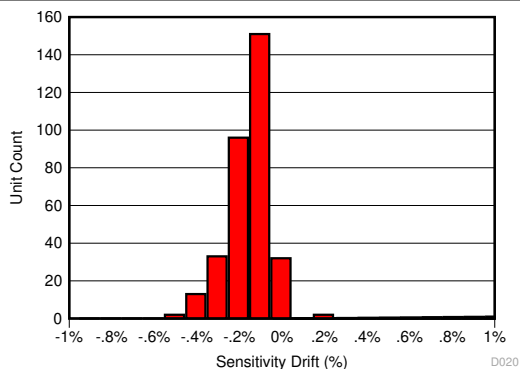
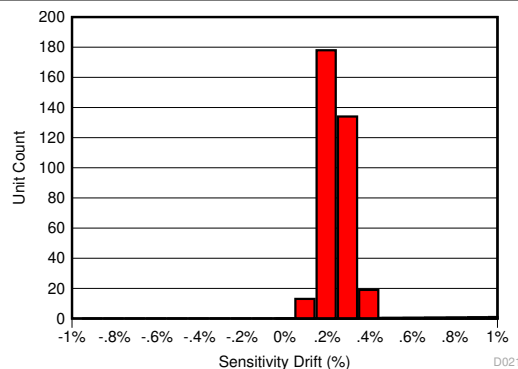
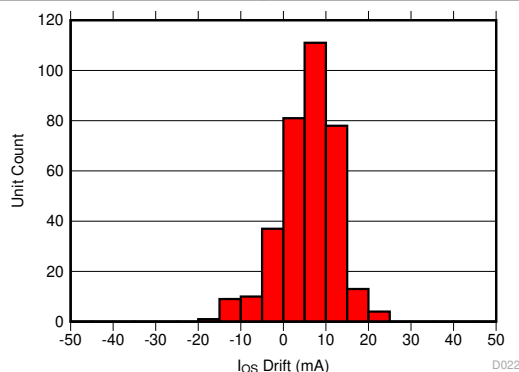

図 9-1. 130°C、85% RH HAST 後の感度誤差
図 9-2. AEC-Q100 高温動作寿命ストレス・テスト後の感度誤差ドリフト
図 9-3. AEC-Q100 高温動作寿命ストレス・テスト後の入力換算オフセット・ドリフト
対湿度 (RH) で行った後の合計感度誤差を、図 9-1 に示します。また、AEC-Q100 の規定に従う 1000 時間、125°C の高温動作寿命ストレス試験後の感度およびオフセット誤差ドリフトを、図 9-2 および 図 9-3 に示します。このテストは、デバイスの寿命全体での標準的な動作を模倣しており、一般的な磁気センサに比べて経年劣化によるデバイス性能の変動が大幅に改善される可能性があることを示しています。